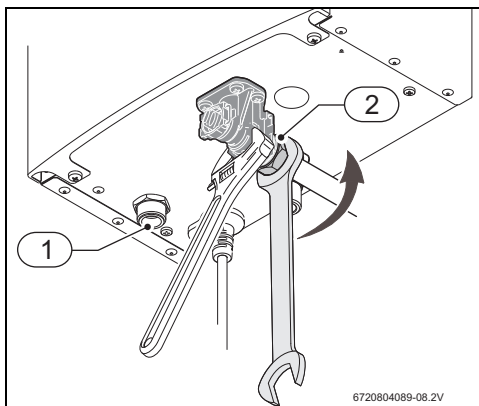

Fig. 22 Ligação da água
- ▶ Ao apertar a ligação de água fria, fixar o bloco de água conforme indicado na Fig. 22.